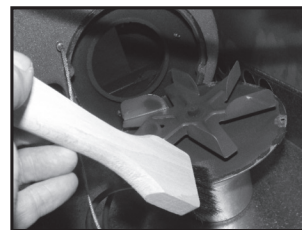

Figura 38
6. Pulire delicatamente il gruppo motore e ventola servendosi di una spazzola in ottone e un'aspirapolvere. Vedere Figura 38.